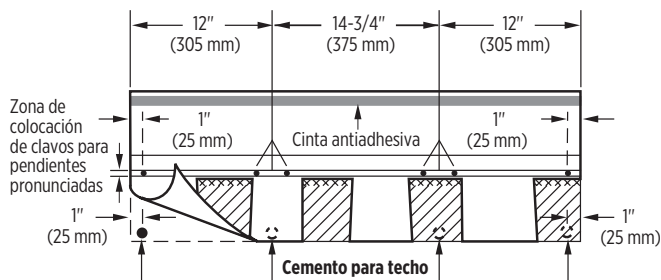

Figura 11-5: En pendientes pronunciadas, aplique seis clavos y cuatro puntos de cemento asfáltico para techo.
**IMPORTANTE:** Para "aplicar seis clavos" en una teja completa, observe la distribución de los clavos un que se muestra en la figura 11-5. Los clavos pueden colocarse en la región clavable de 1 1/2".